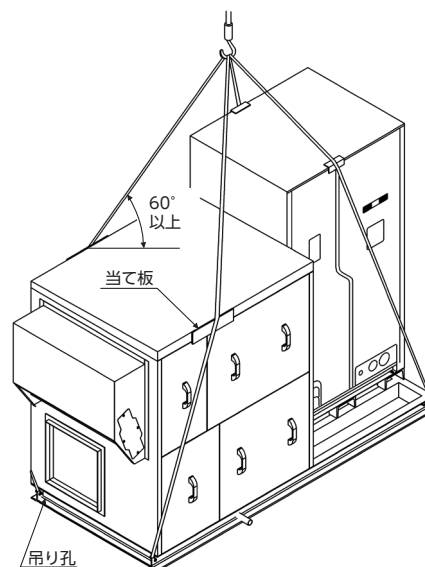

図4-1 吊り上げ例
- ・製品にワイヤロープまたはナイロンスリングを掛ける場合、ロープがケーシングなどに接触する部分に当て板を添えてください。（図4-1参照）